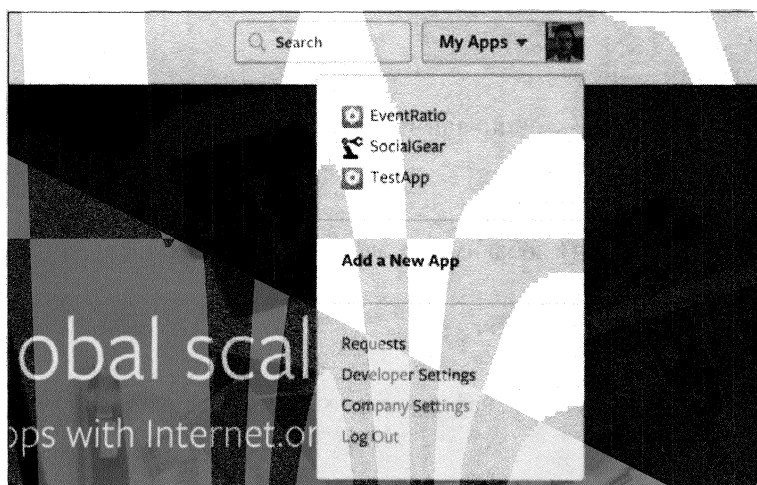

Рис. 5.16. Создаем новое приложение в Фейсбуке
2. Щелкните на опции **Add a New App** (Добавить новое приложение) (рис. 5.16).